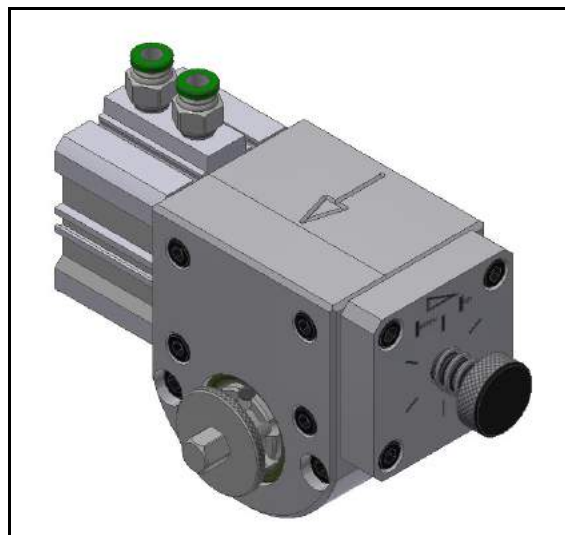

РИСУНОК 5-3. МЕСТОПОЛОЖЕНИЕ ФИЛЬТРОВ КОРОБКИ ПЕРЕДАЧ
1. Отверните и снимите воздушные фильтры на каждой стороне коробки передач (рис. 5-3).